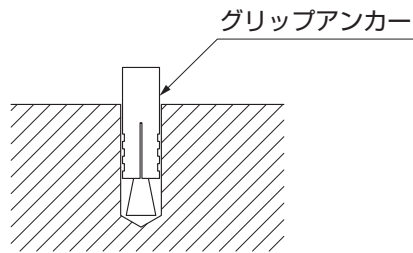

図9-6
- ①グリップアンカーを軽く叩いて挿入し、手ごたえが変わるまでハンマーなどで叩き込んでください。(図9-6参照)